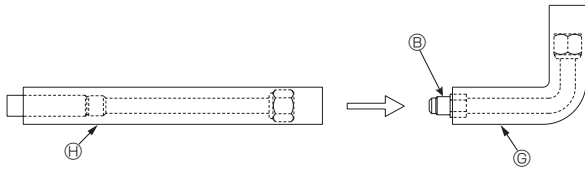
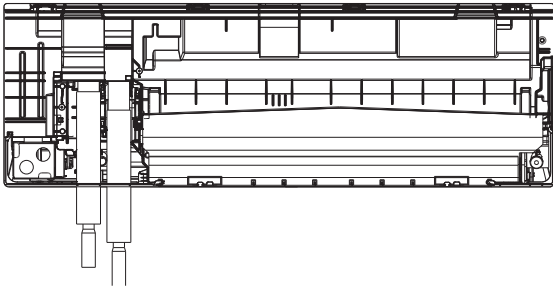

Fig. 3-14
Fig. 3-22
3.3.4. Cómo instalar las tuberías de conexión ⑥ y ⑧ (para el modelo WL12/15) (de la Fig. 3-14 a la Fig. 3-22)
- (1) Conecte dos juegos de tuberías de conexión en forma de L ⑥ y tuberías de conexión en forma de I ⑧. (Fig. 3-14)